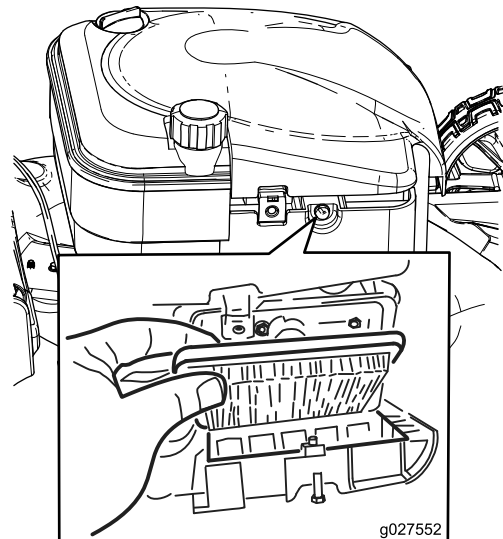

Figure 23
2. Remplacez le filtre à air (Figure 23).